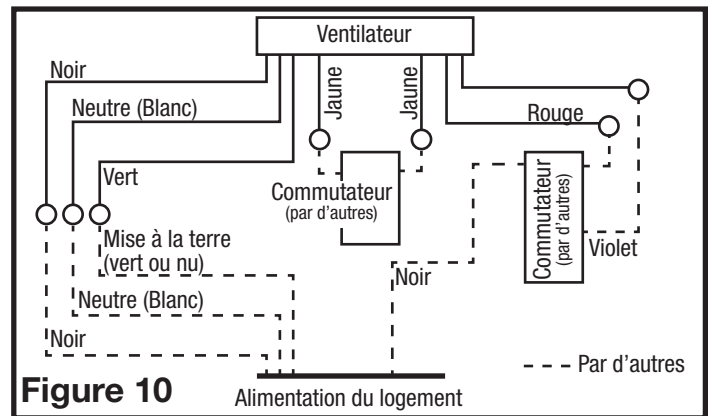

Figure 10
4. Pour les ventilateurs à deux vitesses, raccordés pour une ventilation continue, connectez le fil blanc du ventilateur au fil blanc (neutre) de la source d'alimentation. Connectez le fil de terre de la maison au fil vert du boîtier du ventilateur. Connectez le fil noir du ventilateur au fil noir (chaud) de la source d'alimentation. Le ventilateur fonctionnera à faible vitesse, en continu, et augmentera à haute vitesse sur une hausse de l'humidité. Utilisez un interrupteur correctement mis à la terre, connectez 1 fil jaune de chaque côté de l'interrupteur. Fermer l'interrupteur changera la vitesse de normale à haute vitesse. Utilisez un interrupteur à standard, correctement mis à terre (non inclus) pour relier le fil noir de la source d'alimentation de l'interrupteur. Connectez le fil rouge (lumière) du boîtier du ventilateur à l'autre côté de l'interrupteur du haut et connectez le fil violet (veilleuse) du boîtier du ventilateur à l'autre côté de l'interrupteur du bas. Un interrupteur à commande manuelle (non inclus) peut être utilisé pour éteindre manuellement le ventilateur (Figure 10).